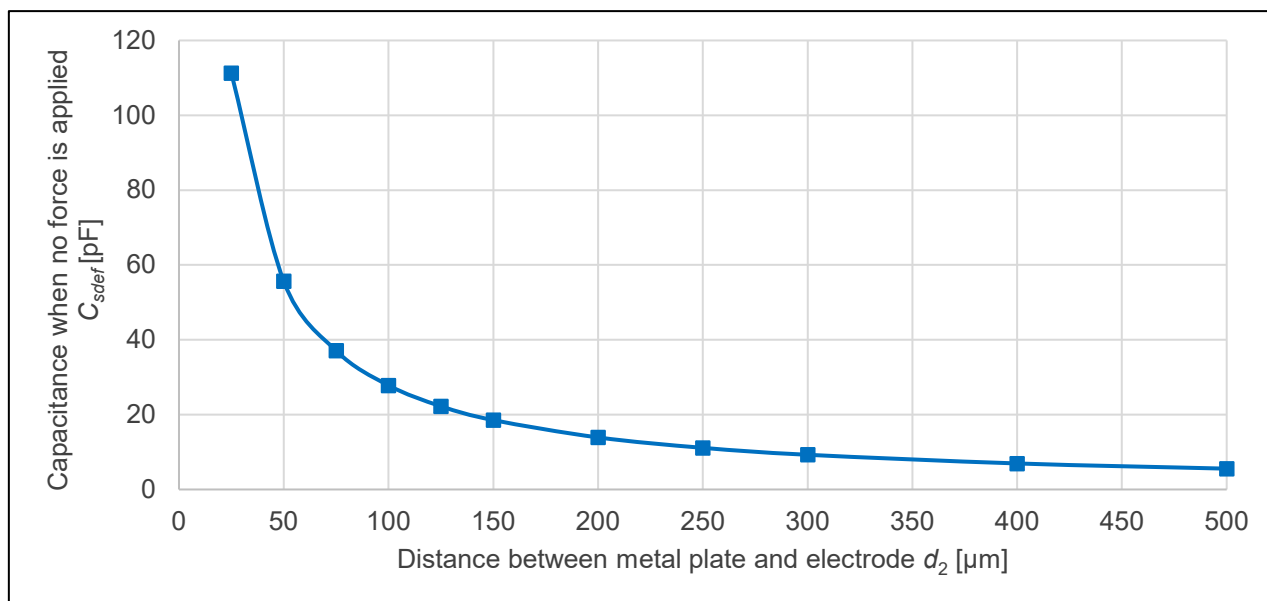

図 6-15 スペーサ厚 d_2 と静電容量 C_{sdef} の関係（参考値）
(1)式より、比誘電率 $\varepsilon_r \cong 1$ 、直径 $D=20$ [mm]の円形の電極のときのスペーサ厚 d_2 と力を加えていないときの静電容量 C_{sdef} の関係は図 6-15 のようになります（参考値）。図 6-15 より、スペーサ厚が小さいほど、静電容量の変化量が大きくなるため、高い感度を得るためにはスペーサ厚を小さくする必要があります。ただし、変化が大きすぎる場合強度判定のしきい値の設定が難しくなるため、強度判定機能が必要な場合は極端にスペーサ厚を小さくしすぎないようにする必要があります。